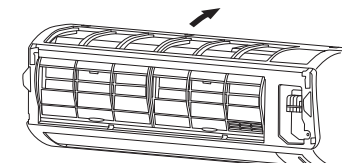

Fig. 3-43
- (1) Al instalar la rejilla, coloque la parte inferior de la rejilla en el bastidor. (Fig. 3-43)